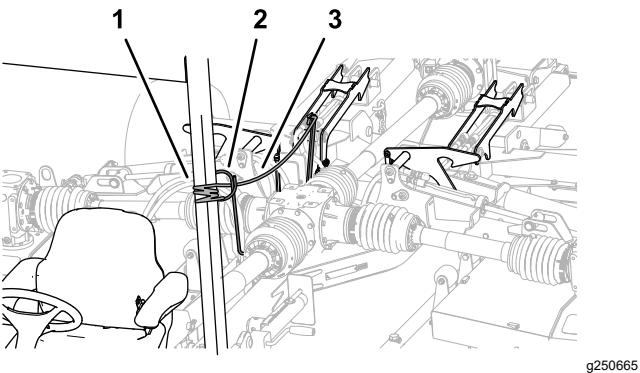

Figura 35
5. Tirate e fissate la fune di bloccaggio del piatto di taglio (Figura 35).